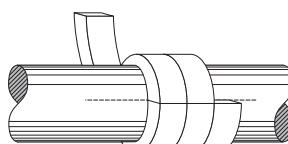

図2-直角切断
2. 直角切断リングを作成します(図2参照)。バイアスカットリングは所定のアプリケーションに指定された場合使用することができます。その際パッキンの正しい冷却と潤滑を確実にするために調整間に時間がかかることがあります。留意してください。以下の方法をお勧めします。シャフトと同じ径の心棒に希望する数量のリングを巻付け、心棒と平行に一直線に切断してリングを切れます。各リングがパッキンの隙間にぴったりかみ合うことを確認してください。パッキンリングの計算寸法を測ってから切らないでください。スタッフィングボックス内のリング継手が正しくかみ合わなくなります。リングを切る代わりの方法として、パッキン切断機があります。